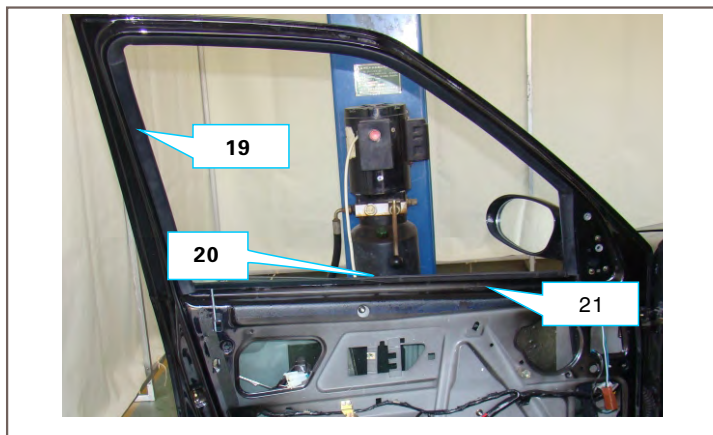

图10-61 装玻璃导槽及密封条
⑦装上车门内密封条21、外密封条20及玻璃导槽19。（如图10-61所示）。